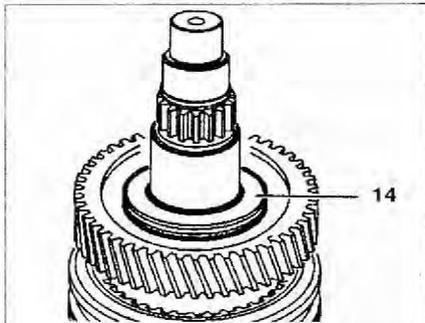

Рис. 4.29. Снимите упорную прокладку 14.
9. Снимите упорную прокладку 14 (рис. 4.29).